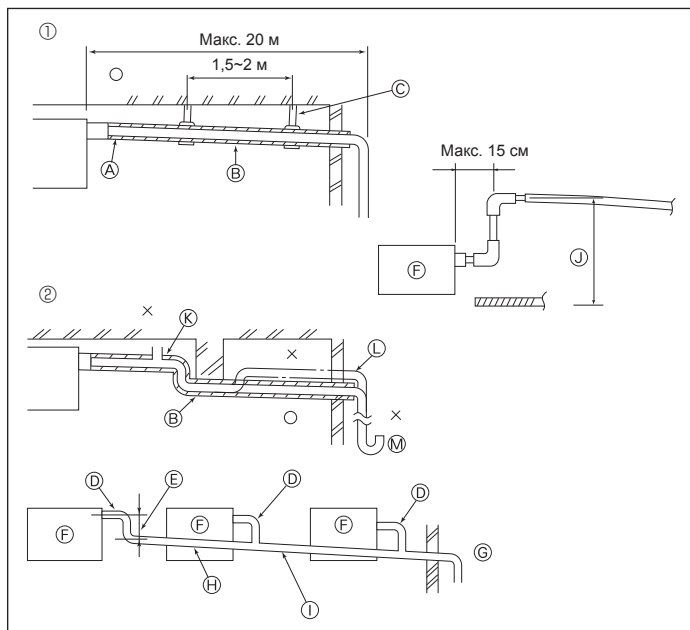

Fig. 3-4
3.4. Работы по установке дренажной трубы (Fig. 3-4)
- ① Правильное подключение труб
- ② Неправильное подключение труб